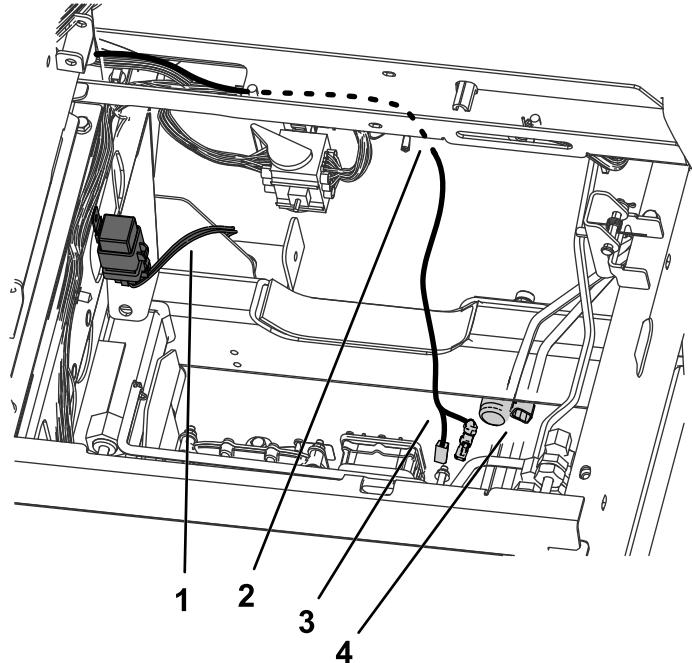
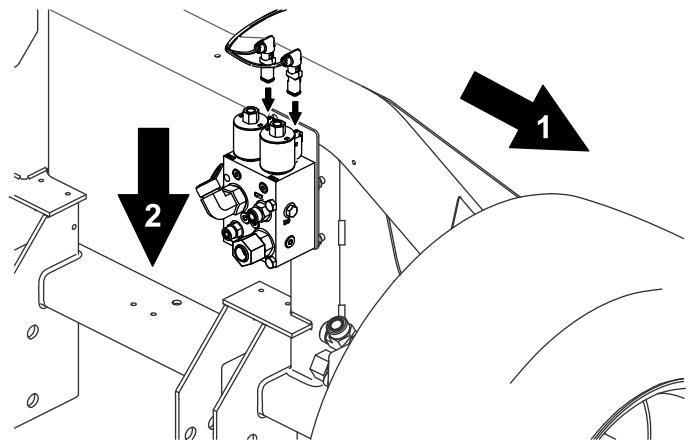

图 28
图 32
9. 将未直接连接到继电器的 2 根剩余电线沿着机架下方的现有线束布放直至位于 3 向歧管的上方 图 28。
13. 将剩余的松散线束端部绕在下机架上并将它们连接到右前轮胎内侧的分流器歧管上的 2 个线圈图 28 和图 32。